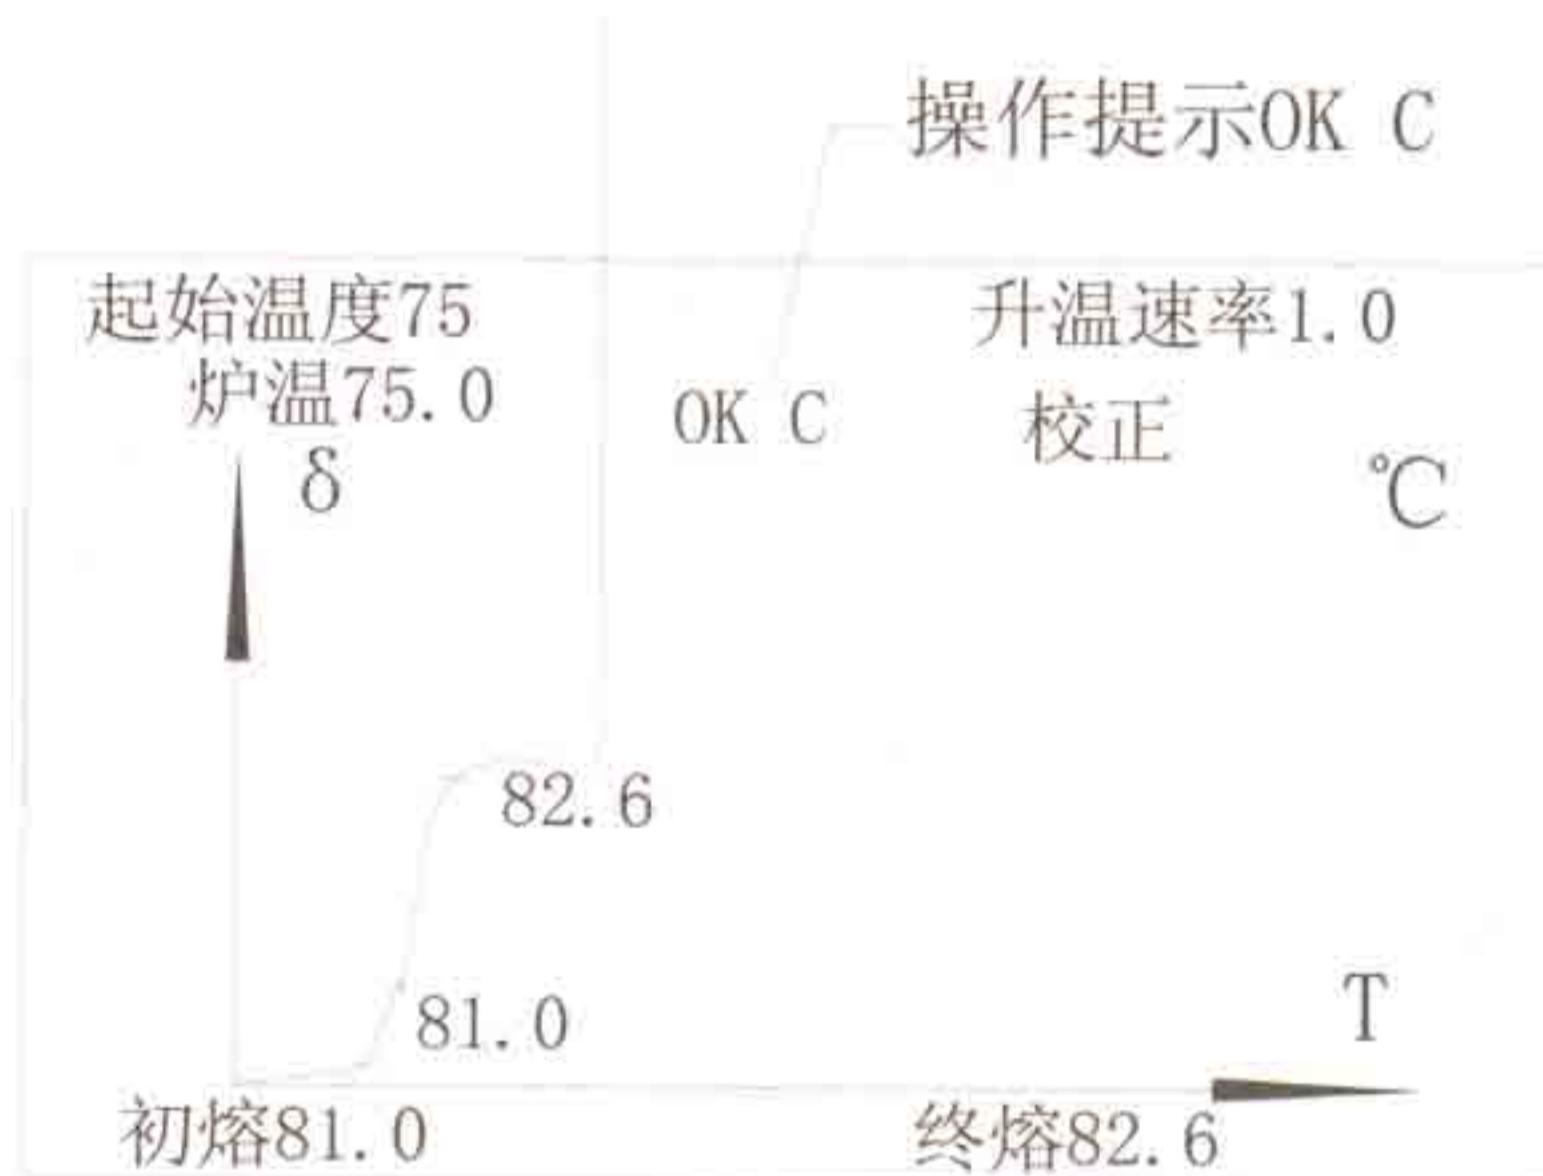

图 13
- ① 每测好一标准样品，操作提示处将显示“OK C”，由用户决定本次测量是否有效；
- ② 若曲线比较连续、熔距正常即可认为本次测量有效而选择OK，按“”键；（见图13）